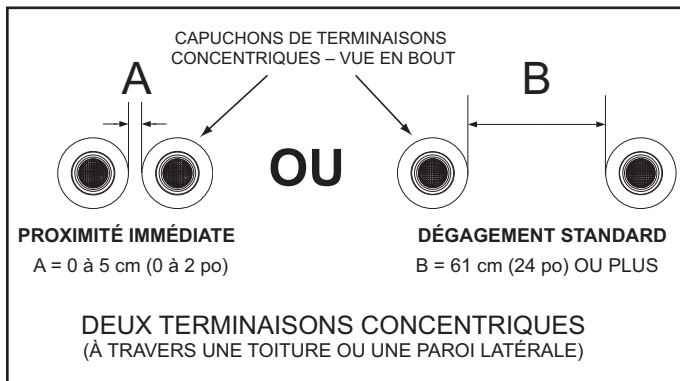
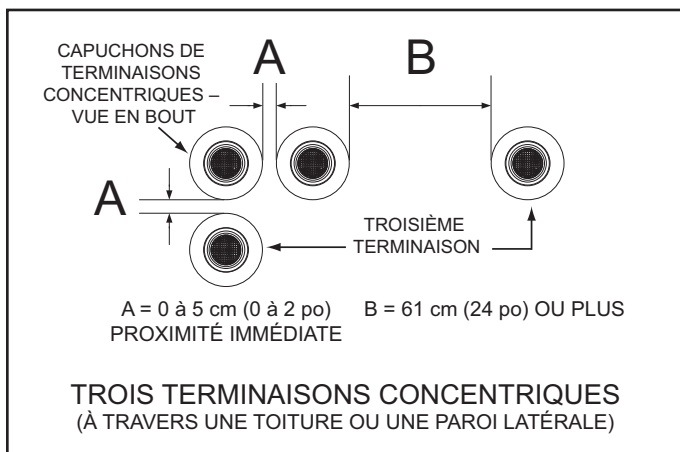
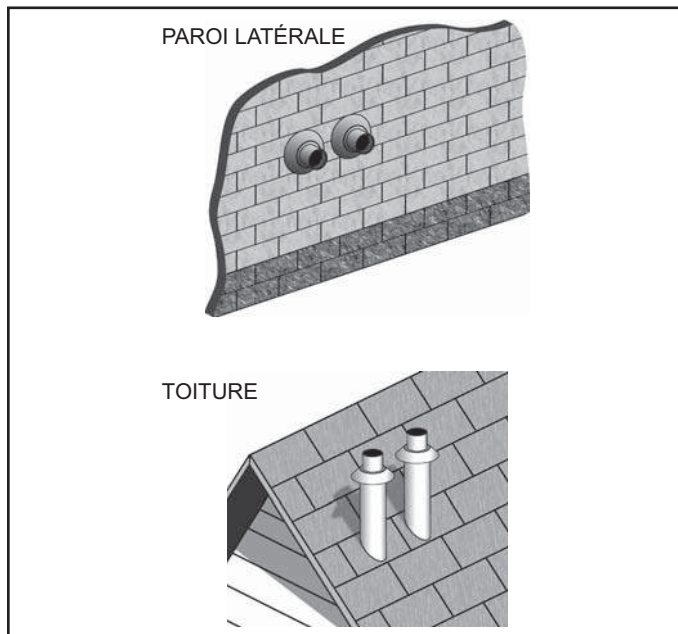

Figure 31
Figure 32
Figure 36
Lors de l'installation de terminaisons concentriques multiples à travers un toit ou une paroi latérale, les dégagements illustrés à la Figure 31 doivent être maintenus.
1. Le dégagement entre les bouchons de terminaisons multiples doit être de 0 cm (0 po) (se toucher) à un maximum de 5 cm (2 po), dimension A - Figure 31, lors de l'installation de terminaisons concentriques à proximité immédiate. Voir la Figure 36 à la page 32.
2. Le dégagement entre les bouchons de terminaisons multiples doit être augmenté à un minimum de 61 cm (24 po), dimension B - Figure 31, lorsqu'une installation à proximité immédiate (ci-dessus) est impossible. Ce dégagement est standard.
1. Lors de l'installation de trois terminaisons concentriques à travers un toit ou une paroi latérale, la troisième terminaison peut être installée à proximité immédiate comme l'indique la dimension A à la Figure 32.
2. Si une installation à proximité immédiate de la troisième terminaison est impossible, cette dernière peut être installée comme l'indique la dimension B à la Figure 32.
Deux terminaisons concentriques peuvent être installées à proximité immédiate comme l'indique la Figure 36 ou avec des dégagements standard lorsque cet aménagement n'est pas possible. Voir la Figure 31 à la page 31 pour de plus amples informations sur les dégagements. Voir la Figure 32 à la page 31 lors de l'installation de trois terminaisons concentriques.